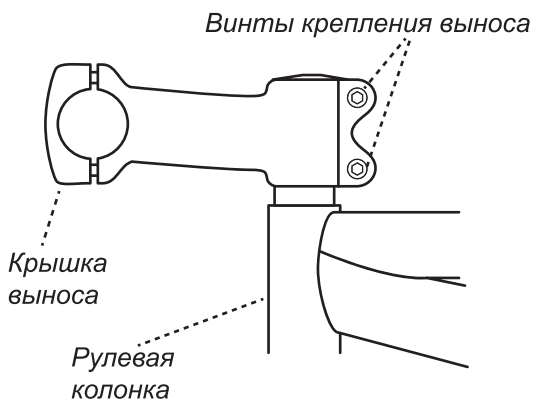

Рис. 4
- 1) Установите руль на вынос, предварительно открутив винты и сняв крышку выноса (рис. 4).
- 3) Ослабьте винты крепления выноса (рис. 4).
- 5) Затяните винты крепления выноса (рис. 4).